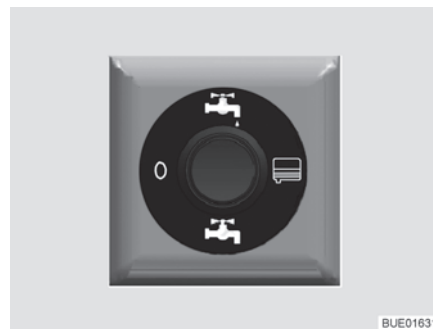

Fig. 171 Commutateur de commande du robinet de vidange à commande électrique
- Appuyer sur la partie supérieure du commutateur de commande (Fig. 171). Les eaux usées sont évacuées.
- Appuyer sur la partie inférieure du commutateur de commande (Fig. 171) une fois que les eaux usées se sont complètement écoulées.
- Placer le commutateur de commande (Fig. 171) en position "0" (hors circuit).